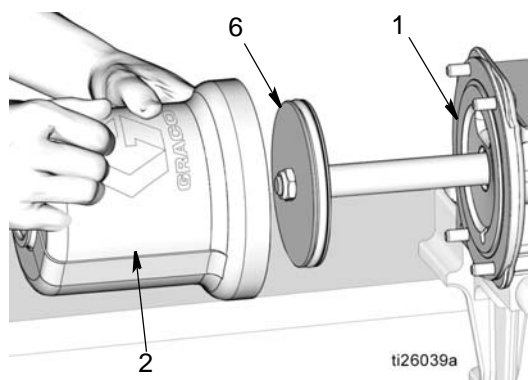

FIG. 51
- a. Utilizzare un panno pulito per pulire l'interno del cilindro pneumatico (2) e rimuovere sporco o contaminanti.
- b. Applicare un sottile strato di grasso alle superfici interne del cilindro pneumatico (2). Fare scorrere il cilindro pneumatico (2) sul pistone (6) e premerlo fino a quando non entra saldamente in sede nella base della pompa (1). Vedere FIG. 51.